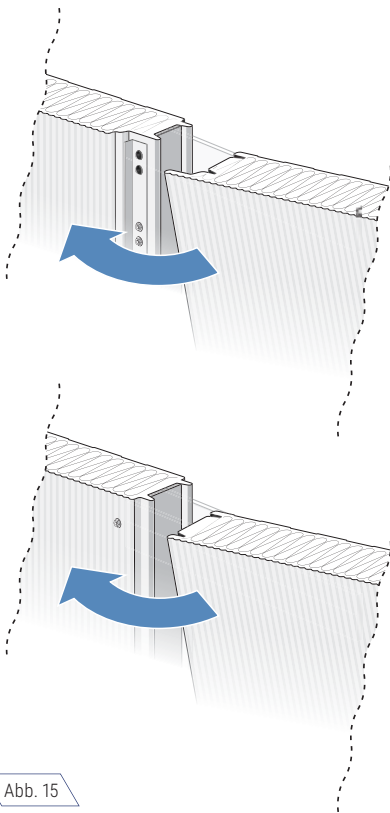

Abb. 15
- Die Verbindung der Wandsandwichpaneele erfolgt mit Hilfe eines Vorsprungs und eines Rücksprungs an beiden Paneelen, was erheblich die Montage von weiteren Paneelen erleichtert; (Abb. 15)